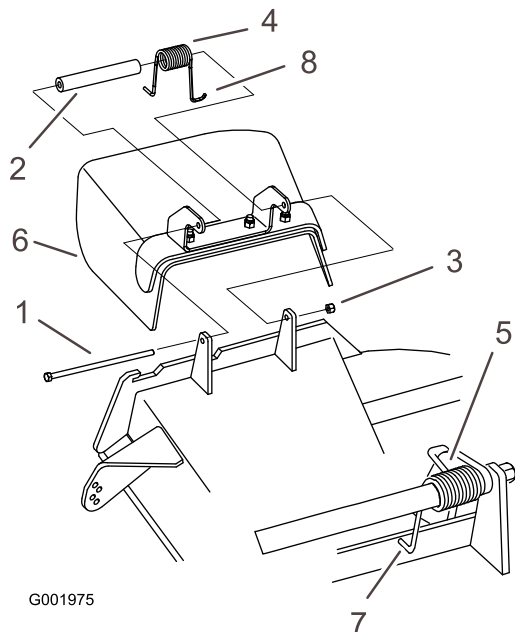

図 90
1. デフレクタをピボット・ブラケットに固定しているロックナット、ボルト、スプリング、スペーサを外す(図 90)。デフレクタを取り外す。
注 ボルトを取り付ける前に、スプリングの L 字形フックが、図 90 のようにデッキのエッジの後ろに取り付けられていることを確認してください。
3. ボルトとナットを取り付ける。スプリングの右側の J 字形フックを、デフレクタに引っ掛ける(図 90)。